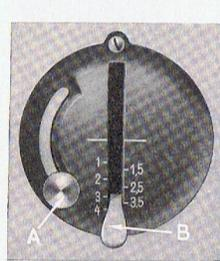

Abb. 23
**Das Ändern der Stichlänge.** Durch die in Abb. 23 gezeigte Stichstellvorrichtung läßt sich die Maschine auf Stichlängen zwischen 0 und 4 mm einstellen.
**Das Rückwärtsnähen.** Die Umstellung von Vor- auf Rückwärtstransport erfolgt durch Anheben des für den Vorwärtstransport nach unten gestellten Stichstellerhebels B (Abb. 23), den man so weit nach oben führen muß, bis er an den oberen Anschlag